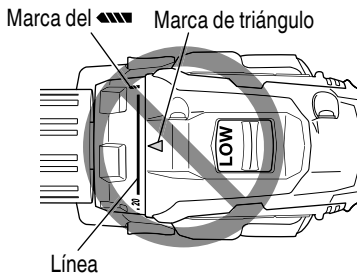

Fig. 12
- Evite usar la unidad con el número del dial del embrague entre “20” y la línea provista en el medio de la marca del taladro “”. Si lo hiciese, se podrían producir daños (Consulte la Fig. 12).